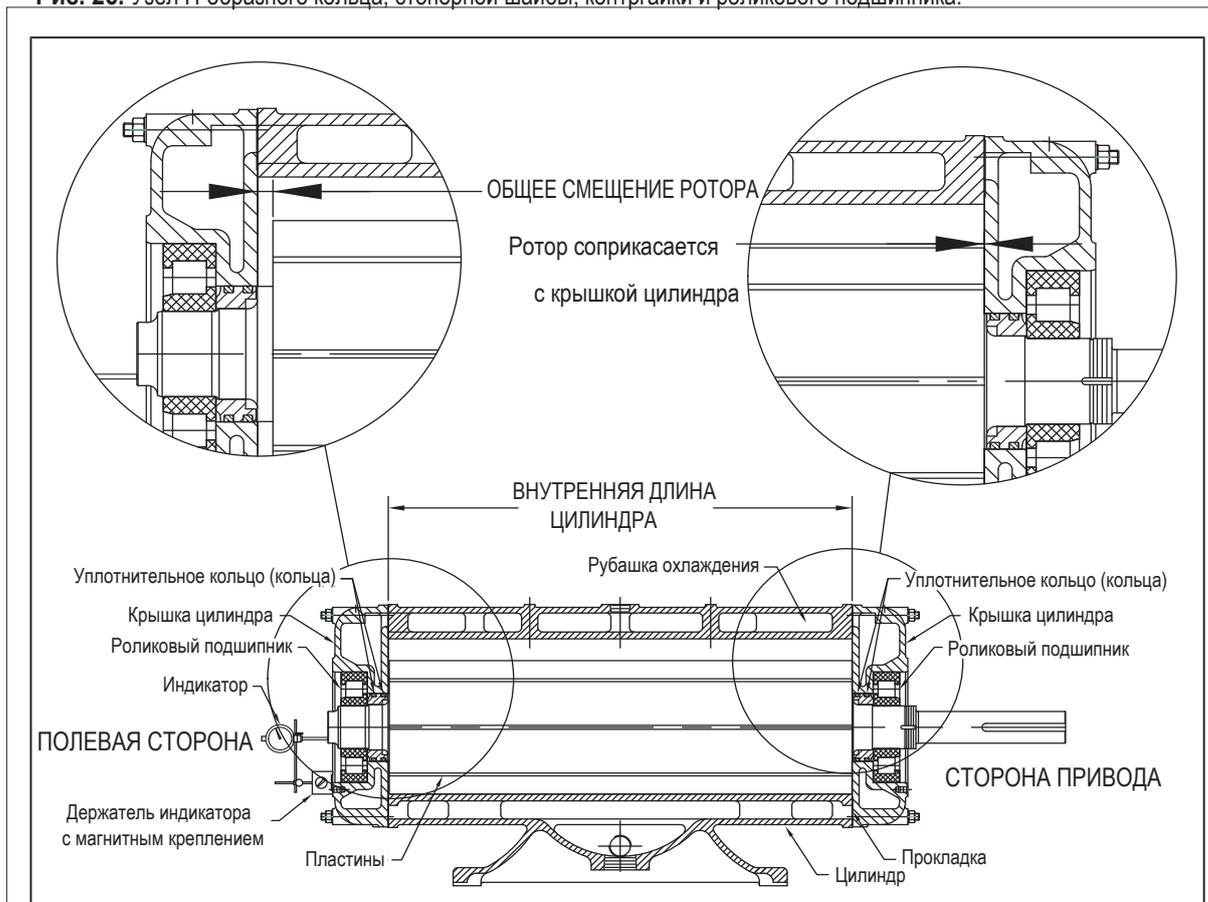

Рис. 27. Общее смещение ротора. Подшипники не установлены на прокладки или торцевую крышку / опорную деталь уплотнения.
Общее смещение ротора – это разница между длиной цилиндра и длиной корпуса ротора. (См. рис. 27).
2. Установите ротор, подшипники и крышки цилиндра согласно порядку сборки. Переместите ротор относительно одной крышки цилиндра. Циферблатный индикатор установите на ноль на одном конце ротора и переместите ротор относительно противоположной крышки цилиндра. Полученное осевое смещение от одной крышки к другой называется общим смещением ротора. См. **рис. 27**.